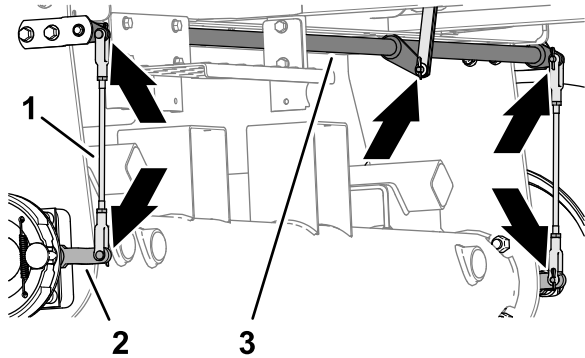

Figura 72
1. Inspeccione los conjuntos de varilla de freno derecho e izquierdo (Figura 72) en busca de daños o desgaste.
2. Inspeccione el eje de articulación del freno (Figura 72) en busca de daños o desgaste.